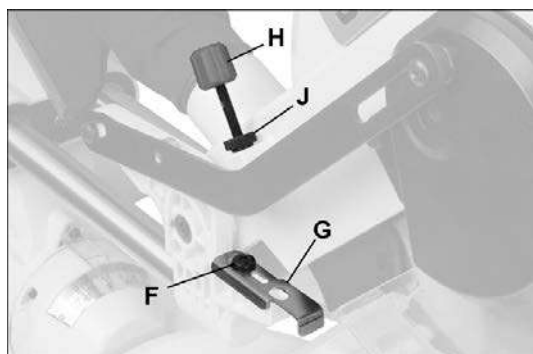

Рис. 6-8
2. Ослабьте винт (F, Рис. 6-8) и сдвиньте планку (G) наружу. Снова затяните винт.
4. Удерживая пильную голову в этом положении, закручивайте стопорный винт (H) до тех пор, пока он не коснется планки (G).
5. Для завершения регулировки закрутите гайку с накаткой (J) до упора в корпус.